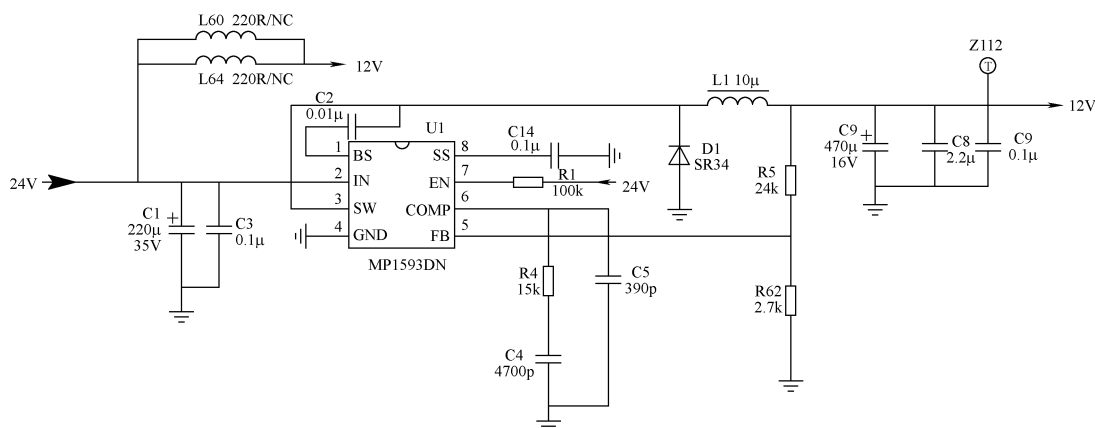

图 6-26 U1 及其外围元器件截图
【附注】1) 该机在故障出现时检测 12V 电压时有时无 (12V 电压是由 U1 输出提供); U1 ②脚有 24V 电压, 但 ⑤脚反馈电压也时有时无。2) U1 及其外围元器件截图如图 6-26 所示。